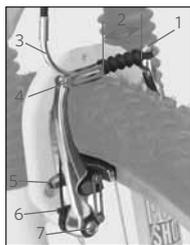
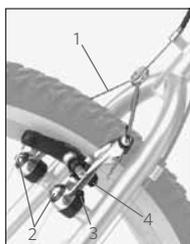
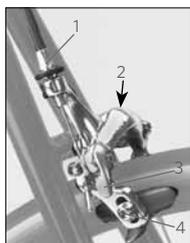

FIGURE 27:
FIGURE 28:
FIGURE 29:
• *Frein sur jante* : les patins de frein exercent une pression sur la jante. L'intensité de la pression est commandée par un levier relié au frein par un câble. Ce type de frein reprend les freins à tirage direct ou v-brake (Figure 27), les freins cantilever (Figure 28) et les freins de route ou à étrier (Figure 29). Le dispositif de freinage sur jante est constitué des pièces suivantes :
- Modulateur de freinage. Certains freins à tirage direct sont équipés d'un modulateur de freinage ou limiteur de puissance. Ce dispositif contient un petit ressort dans le tube (Figure 27) qui modifie le fonctionnement du frein lors du premier contact des patins et de la jante. Lorsque vous actionnez le levier de frein, vous devez déplacer le levier pour comprimer le ressort avant de pouvoir appliquer la force de freinage complète sur la jante. Cela change la sensation du freinage et rend les réglages un peu plus sensibles : si votre dispositif de freinage avec modulateur n'est pas conforme après la révision, confiez le vélo au revendeur pour qu'il puisse réaliser le réglage.
- Dans la majorité des systèmes à tirage direct (Figure 27) ou cantilever (Figure 28), le cylindre de réglage se trouve sur le levier. Dans la majorité des systèmes à étrier pour route (Figure 29), le cylindre de réglage se trouve directement sur le frein.
1. Faites tourner la vis de centrage (Figure 27, 28 ou 29) par petits incréments.
- S'il s'agit d'un système à étrier pour route, placez le levier de fixation du frein (Figure 29) en position HAUTE. Pour fermer, placez le levier en position BASSE.
- Dans les systèmes cantilever, libérez le câble de frein (Figure 28). D'une main, serrez complètement les patins contre la jante. De l'autre, retirez le plot du câble de la fourche sur le bras du frein. Relâchez les patins de frein. Pour fermer le frein, suivez les instructions dans l'ordre inverse.
- Pour les systèmes à tirage direct, déconnectez le tube du câble (Figure 27). D'une main, serrez complètement les patins contre la jante. De l'autre, retirez le tube du câble et levez le tube. Relâchez les patins de frein. Pour fermer le frein, suivez les instructions dans l'ordre inverse.